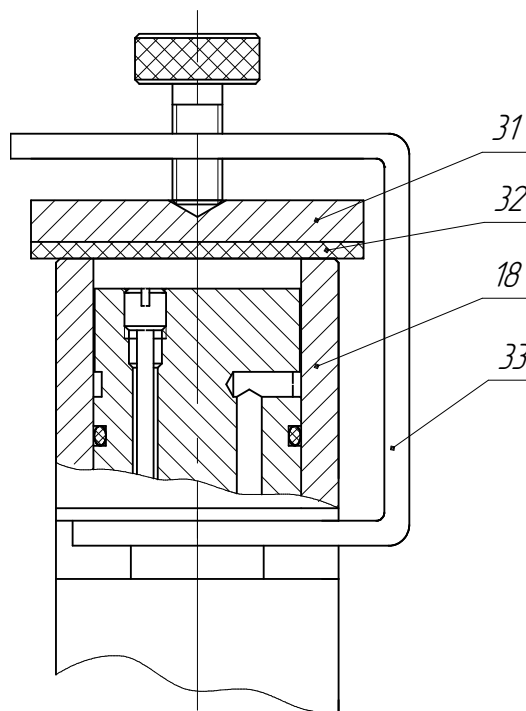

Рисунок 10 – Проверка герметичности
– заглушить сопло калибратора давления, прижав к срезу сопла (поз. 18, рис. 10) пластину (поз. 31) с резиновой прокладкой (поз. 32) с помощью специального приспособления (поз. 33) (входит в комплект поставки);
**ВНИМАНИЕ: ПОСЛЕ ОКОНЧАНИЯ ПРОЦЕДУРЫ ПРОВЕРКИ ГЕРМЕТИЧНОСТИ, ВО ИЗБЕЖАНИЕ ПОВРЕЖДЕНИЯ МАНОМЕТРА, ПЛАВНО СБРОСЬТЕ ДАВЛЕНИЕ ИЗ КАЛИБРАТОРА, ОСЛАБЛЯЯ ПРИЖАТИЕ ПЛАСТИНЫ (ПОЗ. 31, РИС. 10) ПРИСПОСОБЛЕНИЯ ДЛЯ ПРОВЕРКИ ГЕРМЕТИЧНОСТИ.**